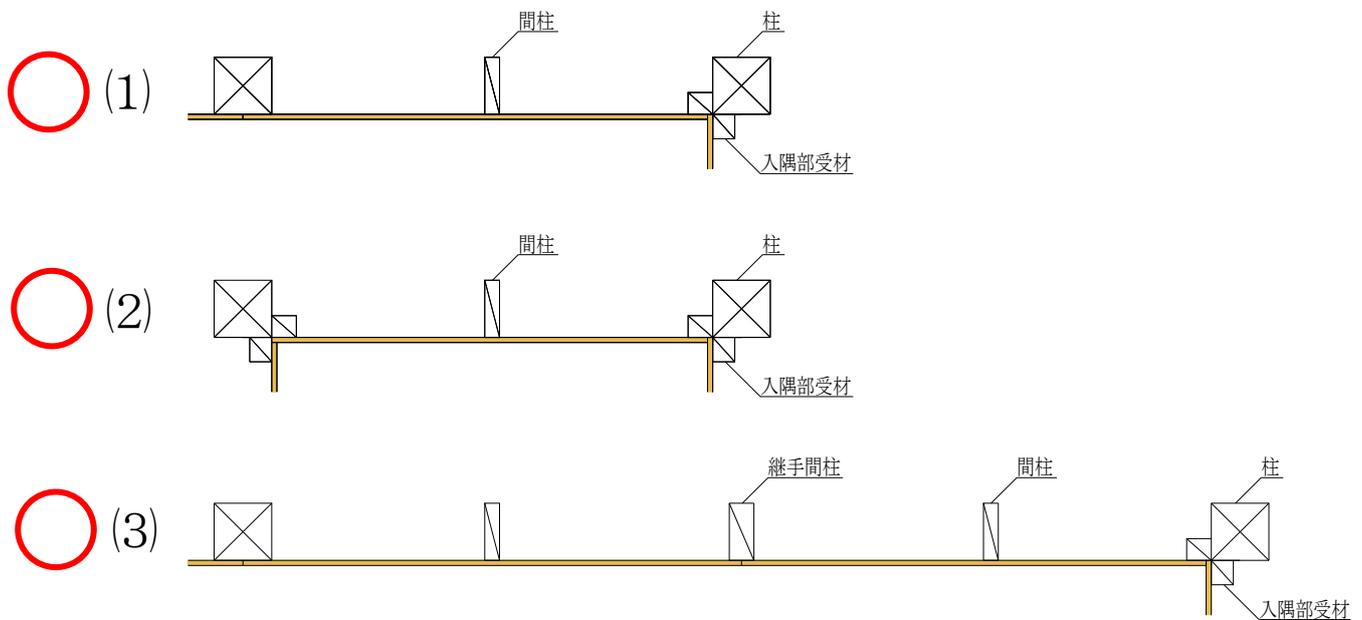

図9 入隅部の納まり図①
- ・1つの耐力壁について、(1)片側に入隅部がある場合、(2)両側に入隅部がある場合のいずれも耐力壁（2.3倍）とできます（図9）。尚、入隅部面材の勝ち負けおよび1P・2Pは問いません（例：(3)）。